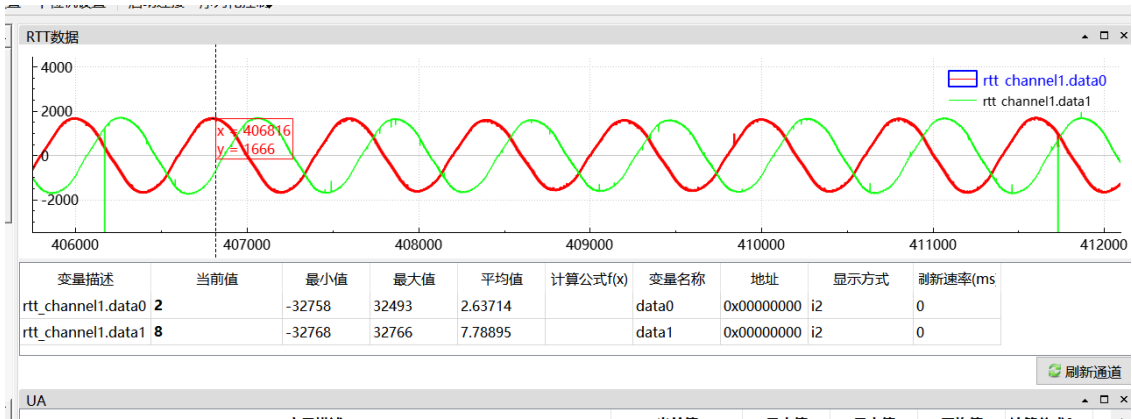

图 5.11 开环 RTT 波形
- 配置 RTT 读取电流采样值，观测 VF 运行波形,通过示波器查看 VF 相电流幅值的波形是 460mA,通过 RTT 查看采样的相电流峰值图 5.11 为 1666，通过转换 $1666/32767*9.9= 0.503A$ ，从而验证采样通路和放大倍数的正确性。